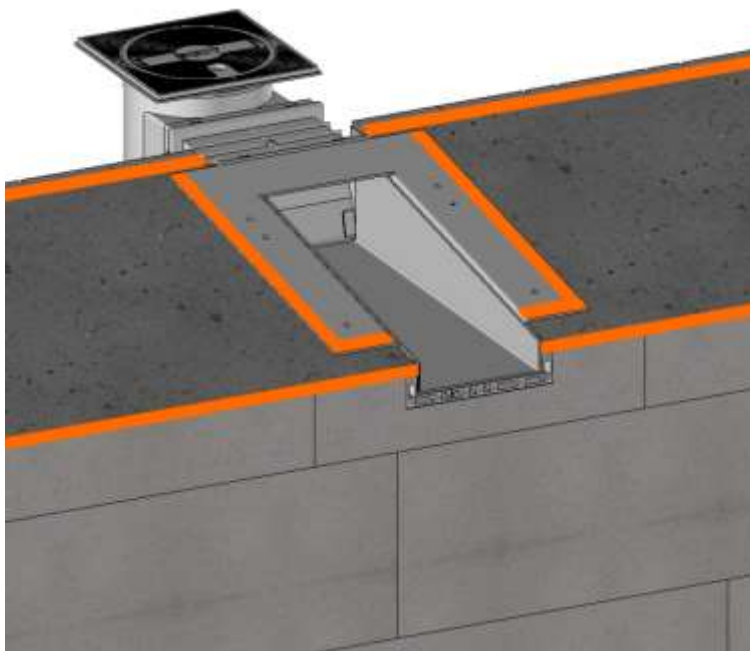

Figure 13 : Disposition de l'adhésif avant enduit n°1 et n°2
- Disposer de l'adhésif armé sur la face avant de la paroi du bassin et à l'arrière de la pente. Disposer de l'adhésif aussi sur le pourtour des skimmers (voir Figure 13 : Disposition de l'adhésif avant enduit n°1 et n°2)